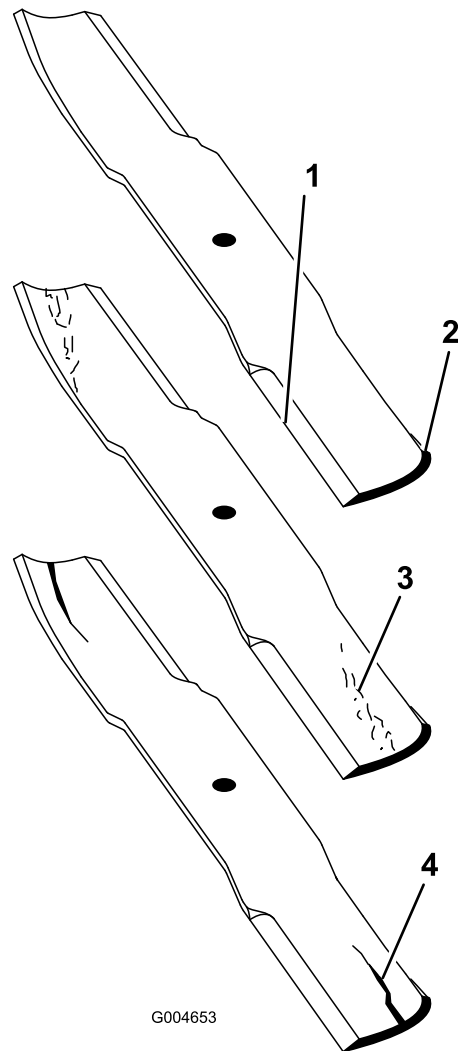

Figure 130
2. Examinez attentivement les tranchants de la lame, particulièrement au point de rencontre de la partie plane et de l'ailette (Figure 130).
Remarque: Le sable et les matières abrasives peuvent éroder le métal à cet endroit, c'est pourquoi il est important de contrôler l'état de la lame avant d'utiliser la tondeuse. Remplacez la lame si elle semble usée (Figure 130).